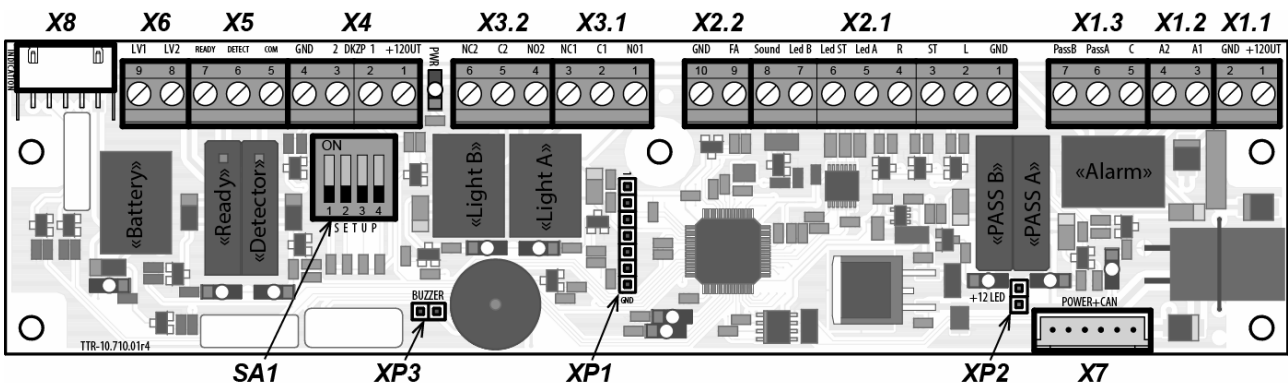

Рисунок 7. Внешний вид платы интерфейса
Общий вид платы интерфейса (10) показан на рис. 7.
Режим управления определяется установленным в положение **ON / OFF** переключателем **SA1 (SETUP)** на плате интерфейса (10). Расположение переключателя показано на рис. 7. Положение переключателя **ON** – импульсный режим управления, **OFF** – потенциальный режим управления.